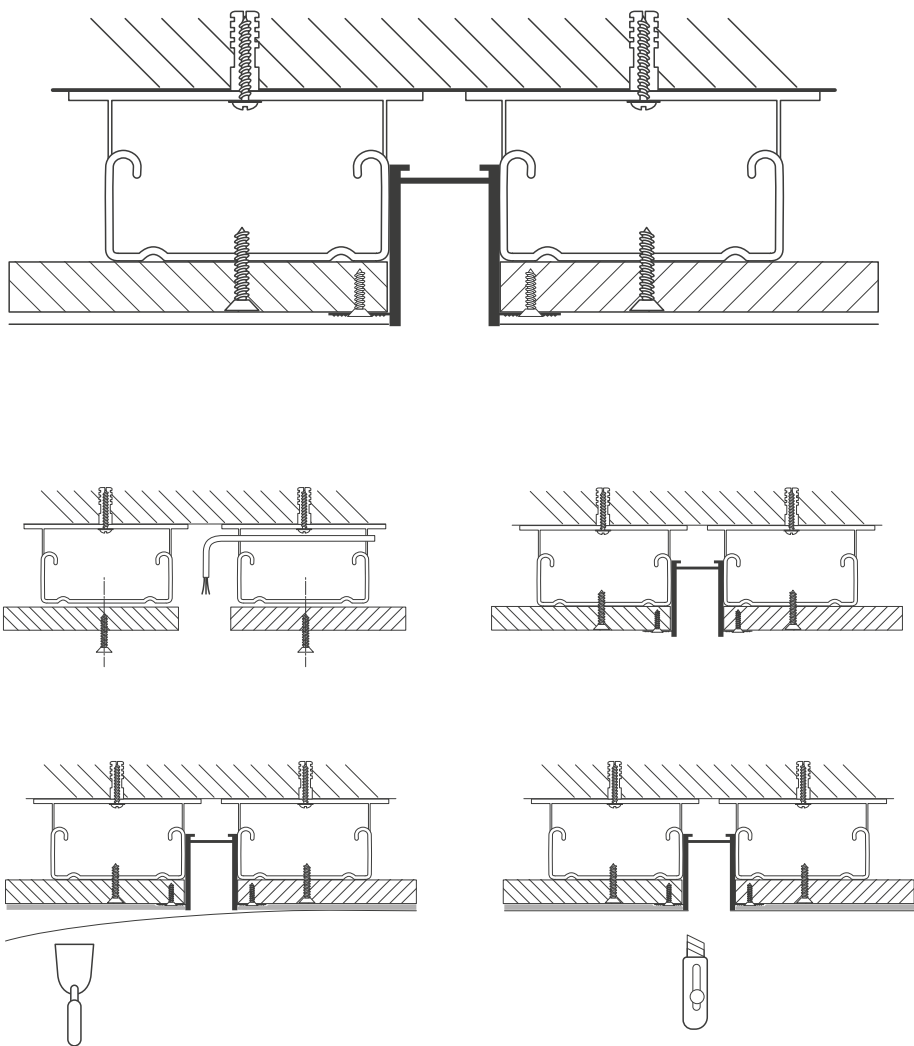

Рис. 2. Схема установки шинпровода
- 3.1. Подготовьте в монтажной поверхности нишу по размерам, указанным в таблице 2.1 (здесь и далее см. рис. 2).